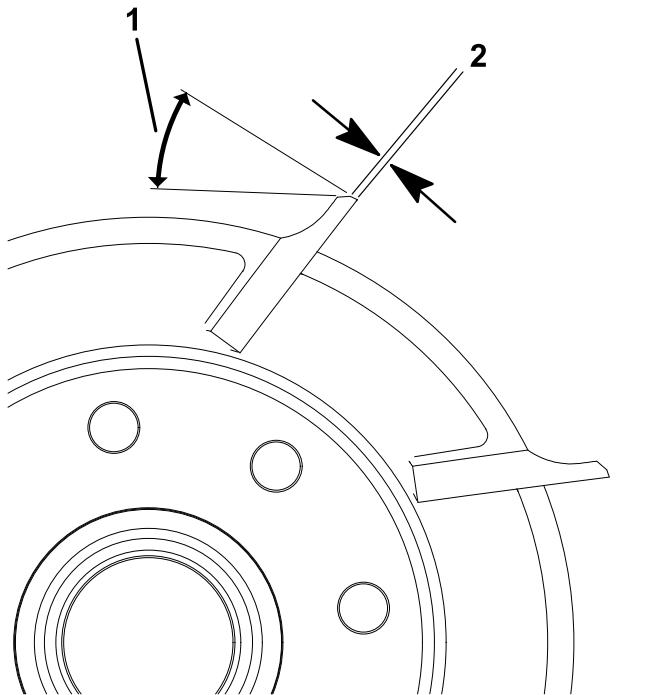

図 27
- 全部のリール刃に 30° の角度で2番削りを行って、ランド部の幅を 0.8 mm にしてください **図 27**。